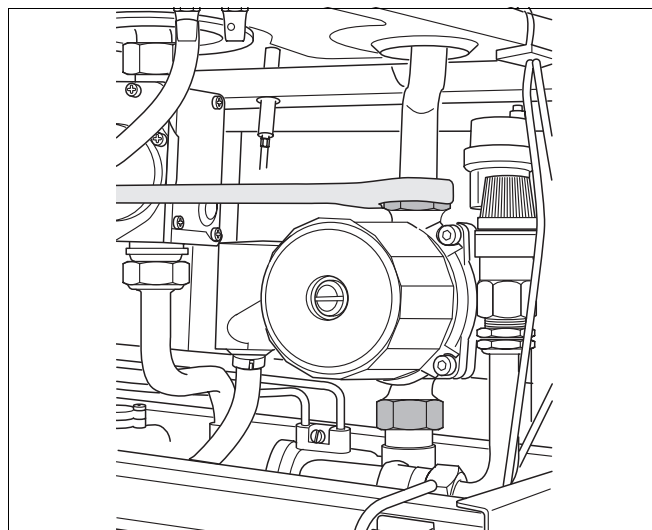

Fig. 19 Înlocuirea pompei de recirculare
- Se desfac șuruburile de fixare ale pompei de recirculare și se scoate pompa (Fig. 19).